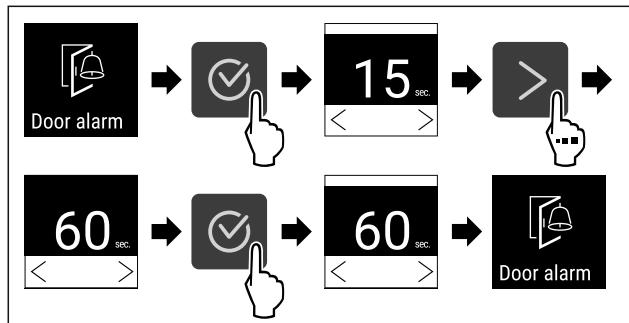

Fig. 96
- Εκτελέστε τα βήματα ενεργειών [βλέπε Fig. 96].